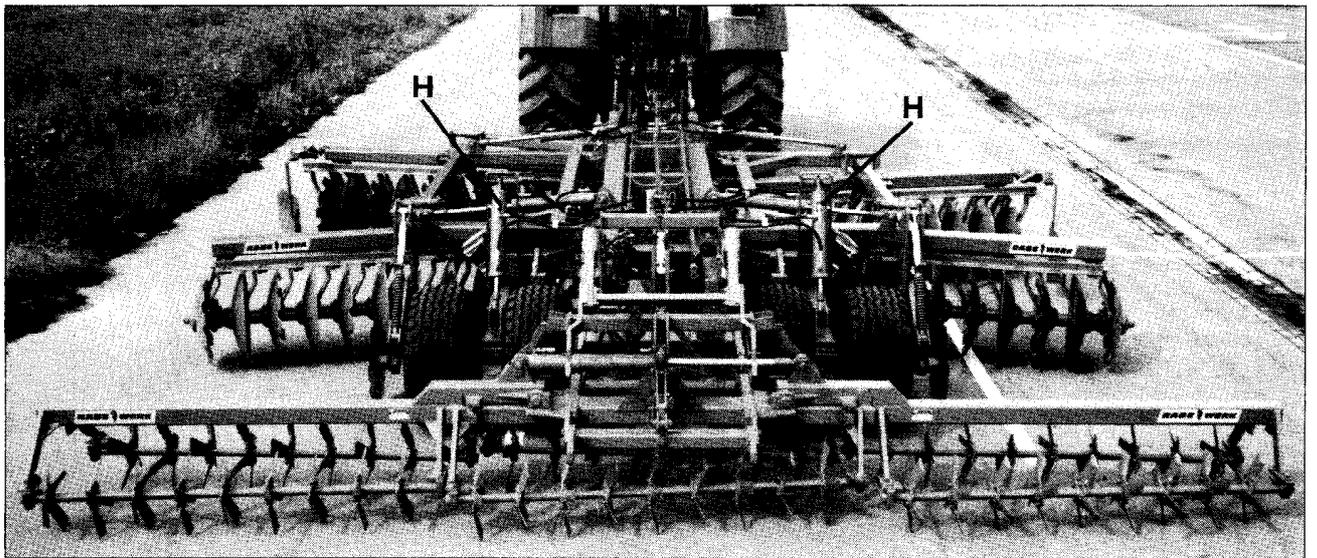
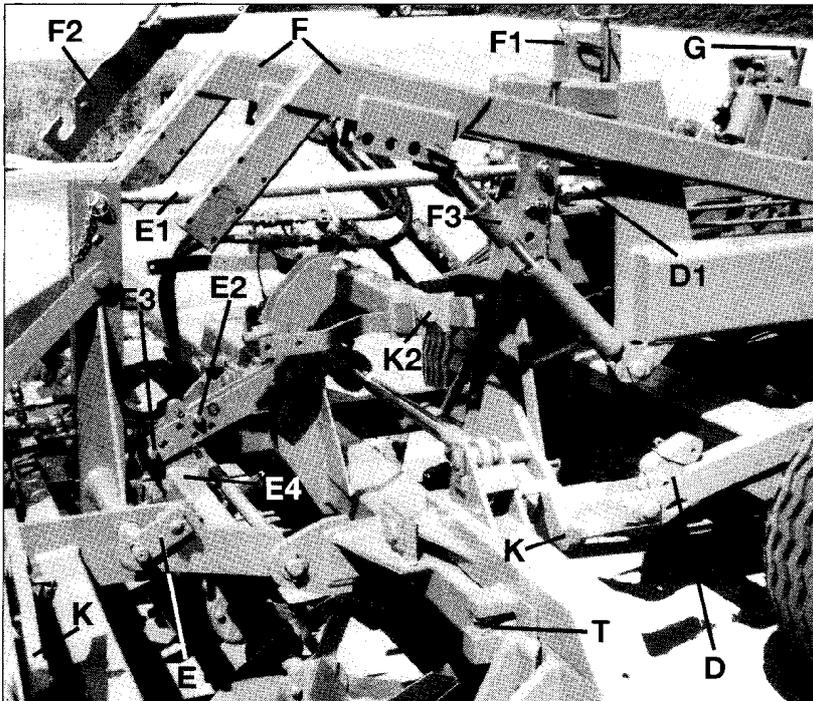

Fig. 1
Fig. 2
Scheibenegge „ausheben“ (Rahmen ca. waagrecht); Aushubhöhe von DMR/Walze ist mit Spindel **G** einstellbar (Fig. 2 + 8). Beide Absperrhähne schließen (**H**, Fig. 1 + 8).
Abstellstützen hochstecken (**A**, Fig. 3). Geräte einklappen - zuvor alle Verriegelungshaken (**K**, Fig. 5 + 2) so stellen, daß eingeklappt selbsttätig verriegelt wird; auf sicheres Verriegeln achten! (Die Stützschrauben entsprechend einstellen - z.B. **K1**, Fig. 5; **K2**, Fig. 2).
- b) ... mit 2-reihiger Messer-Rollegge (Fig. 1)
Anbaugeräte in „1. Reihe“ können zusätzlich belastet werden - im Lochbild **P** (Fig. 7) mit Stecker entsprechend vorwählen (Belastung begrenzen - Feder nicht auf Block; **P1**, Fig. 8). Rahmen waagrecht stellen; neigt die vordere Werkzeugreihe in lockerem Boden zum Schieben/Stehenbleiben, dann Oberlenker etwas länger (**D1**, Fig. 2+7; „vordere Reihe“ etwas anheben).
Wird das Anbaugerät nicht belastet, Stecker im Lochbild **P** so abstecken, daß „er“ als Anschlag dient, damit beim Überrollen größerer Hindernisse (z.B. Stein) der Anbaurahmen (**D**, Fig. 2) nicht unten am Eggenrahmen anstoßen kann.
### Messer-Rollegge und Polygonwalze (Fig. 2)
Anschlagschrauben (z.B. K1, Fig.5; K2, Fig.2) evtl. nachstellen für sicheres, spielfreies Verriegeln in Transportstellung; parallele Lage der ausgeklappten Rahmen mit Stützschrauben (Walze u. DMR; z.B. T, Fig.2) bzw. an Kolbenstangen-Kugelköpfen einstellen (Scheibenegge; T1, Fig.6. Kugelkopf sicher kontern, auf ausreichend Gewindeüberdeckung achten!).